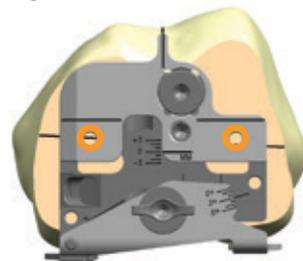

Figura 15
- 5 Quando sia la misura AP sia quella di rotazione sono quelle volute in relazione ai riferimenti anatomici, creare un foro profondo circa 25 mm (1 pollice) attraverso ognuno dei due fori della guida per trapano (Figura 15).